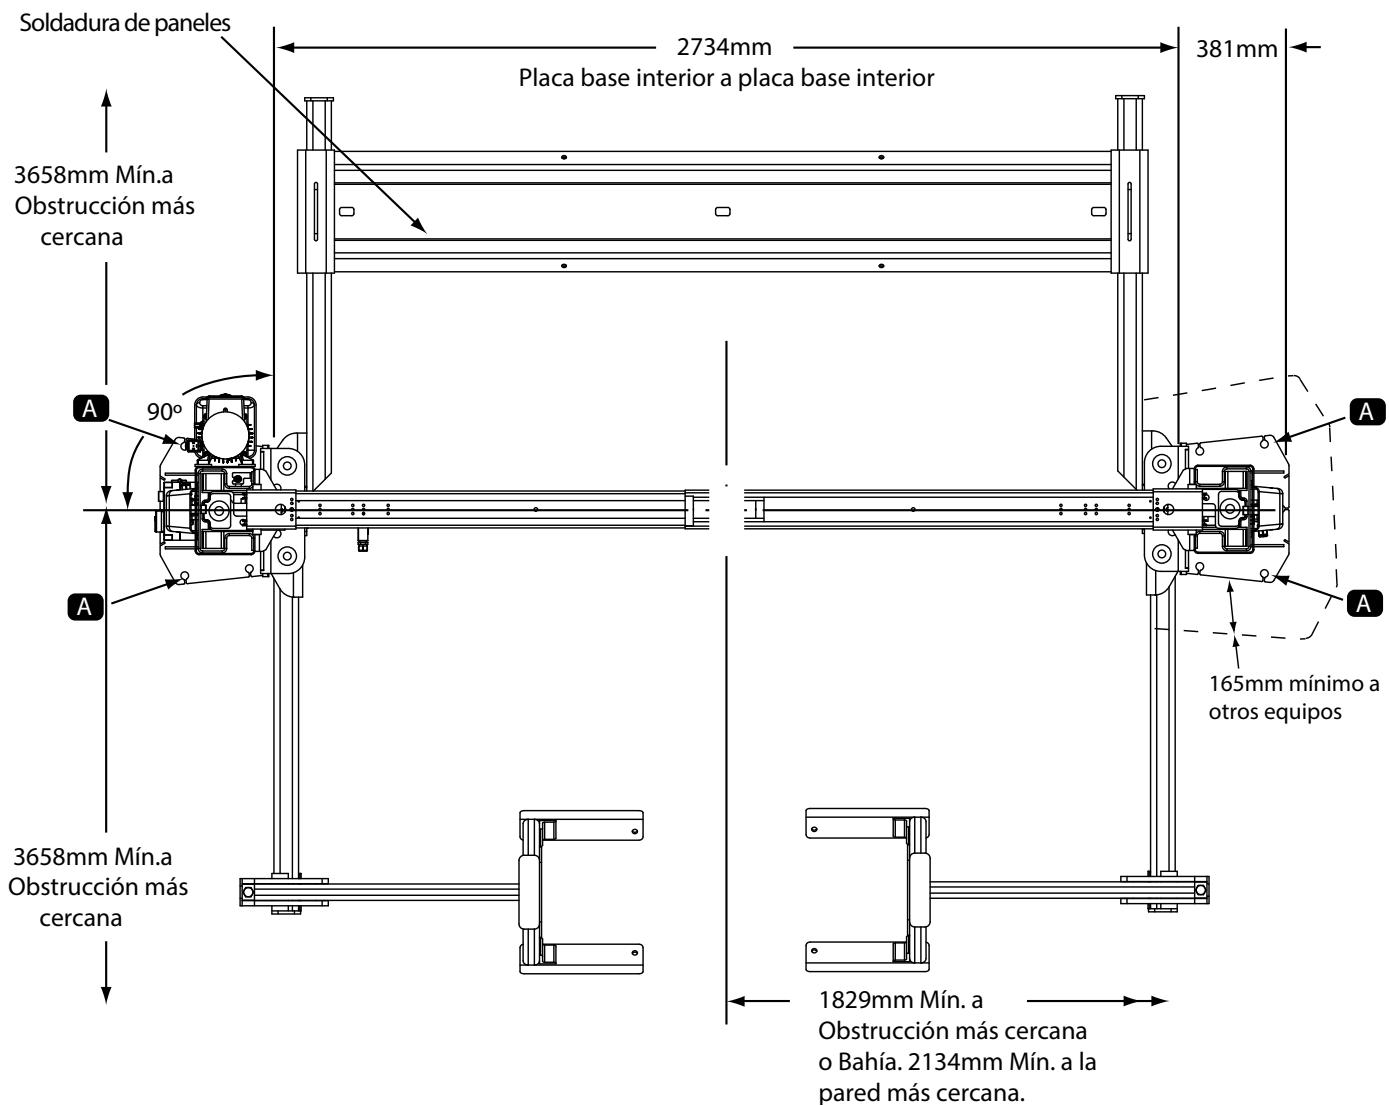

Fig. 1
Utilice el plano de arquitectos cuando esté disponible para localizar el elevador. La Fig. 1 muestra las dimensiones de una disposición típica de una nave.
Coloque las columnas en la bahía utilizando las dimensiones mostradas en la Fig. 1. Con la columna apoyada en el suelo, dos personas pueden levantar la parte superior de la columna y caminar hacia la base. A medida que la columna se acerca a la vertical, una de las dos personas debe moverse al lado opuesto de la columna y ayudar a colocar lentamente la columna plana sobre su base. Ambas placas de la base de la columna deben estar a cuadradadas en la línea central del elevador. Las muescas se cortan en cada placa base para indicar la línea central del elevador. Utilizando el equipo adecuado, eleve el carro hasta la primera posición de bloqueo. Asegúrese de que el pestillo de bloqueo está bien enganchado.
5c. Para asegurarse de que los raíles izquierdo y derecho están paralelos, instale la soldadura de la bandeja, Fig. 1, en un extremo y deslícela hacia el carro. Si la bandeja se atasca al deslizarla, es posible que los raíles no estén alineados. Vuelva a comprobar. Una vez que las columnas estén en posición con los raíles paralelos, taladre y ancle las columnas utilizando SOLO los puntos de anclaje de las esquinas indicados en la Fig.1 con la letra (A) utilizando los procedimientos de taladrado y anclaje adecuados (Ver Sección 6a **Hormigón y anclaje**). Una vez ancladas las dos columnas, se pueden retirar las soldaduras y los raíles para completar la instalación del elevador. Terminar de taladrar y anclar los anclajes restantes, ver sección 6a.